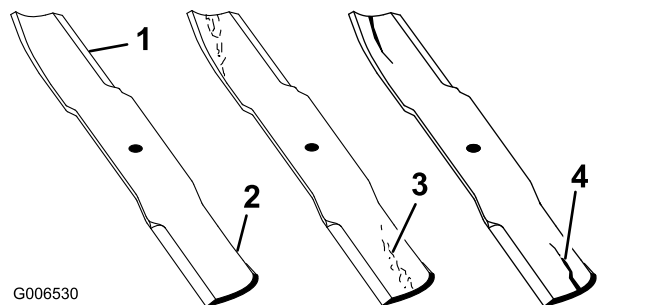

Рисунок 59
1. Осмотрите режущие кромки (Рисунок 59).
4. При обнаружении признаков повреждения, износа или образования зазора в этой области немедленно замените нож (Рисунок 59).